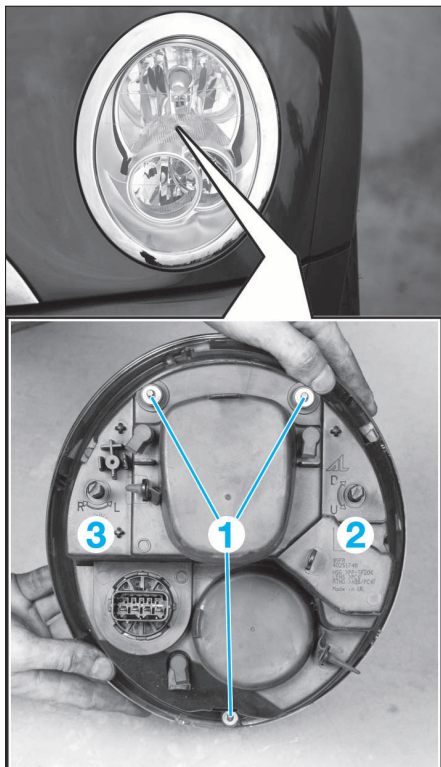

FIG. 22
- Déposer les fixations (1) (Fig.22).
- Procéder aux réglages des optiques en (2) pour le réglage en hauteur et en (3) pour le réglage latéral (Fig.22).